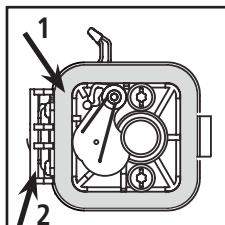

Fig. 26
**2.** Retire o filtro de ar (1), (Fig. 26).
**6.** Substitua o filtro (Fig. 26). Se a equipamento for operada sem o filtro de ar, a garantia será ANULADA.
**7.** Para reinstalar a tampa do filtro de ar, posicione os ganchos do lado esquerdo da tampa do filtro de ar nas ranhuras do lado esquerdo da placa de apoio (2), (Fig. 26).